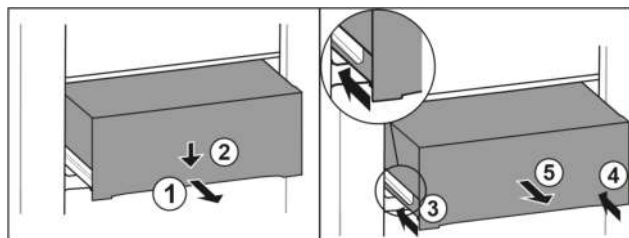

Fig. 72
- Schubfach halb herausziehen. Fig. 72 (1)
- Schubfach an der Vorderseite nach unten drücken. Fig. 72 (2)
- Linke Schiene etwa 2 cm einschieben. Fig. 72 (3)
- Rechte Schiene etwa 2 cm einschieben. Fig. 72 (4)
- Schubfach nach vorne entnehmen. Fig. 72 (5)